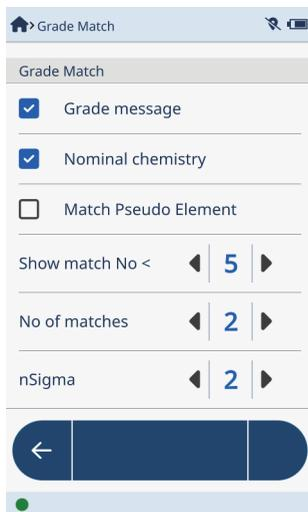

图 2-59 配置匹配设置
- 在**Grade Match**（牌号匹配）屏幕中，点击**Show Match No <**（显示匹配编号 <）左侧或右侧的向左或向右箭头键，选择匹配编号要低于的一个值（参见第74页的图 2-59）。